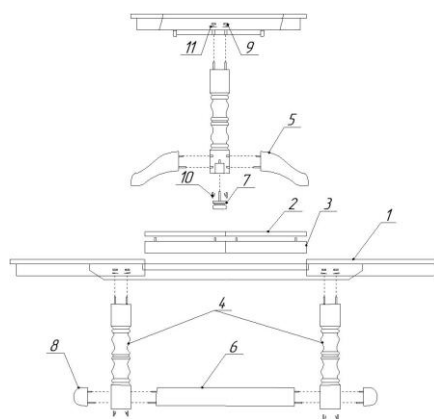

Рис. 1
- 1.2. Схема сборки изделия указана на рис. 1.